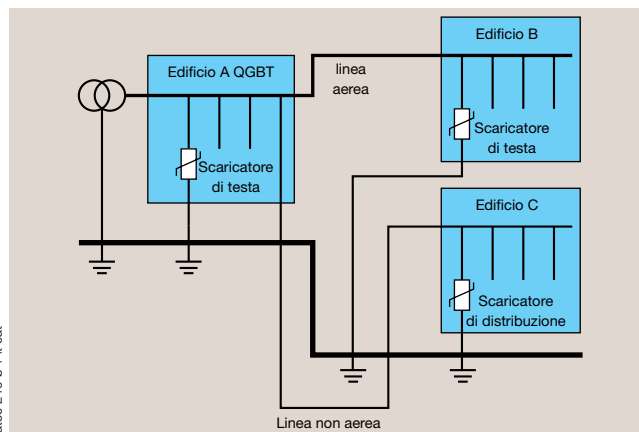

Fig. 1 : scelta di scaricatore di testa o di distribuzione.
- al livello di un QGBT (fig. 1),